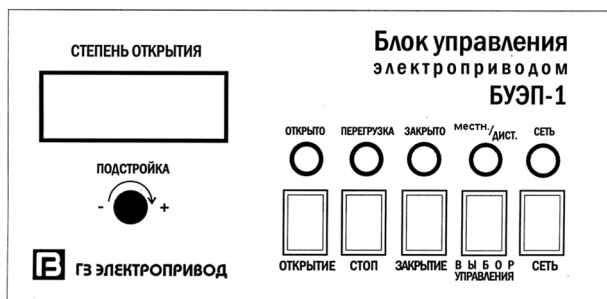

Рис. 2 Лицевая панель блока БУЭП, БУЭП(У)
4. Необходимо надежное защитное заземление клеммы \perp (рис. 2)